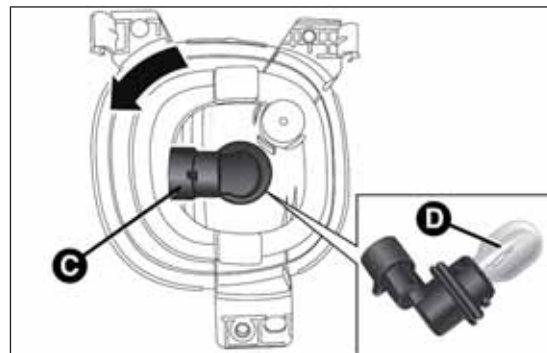

fig. 188
- ☐ desconectar el conector eléctrico y girar hacia la izquierda el portalámparas C fig. 188;